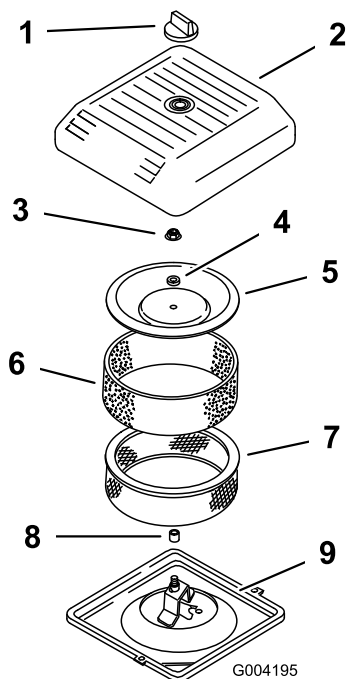

Figure 19
3. Dévissez le bouton et déposez le couvercle du filtre à air (Figure 19).
4. Glissez délicatement le préfiltre en mousse hors de l'élément en papier (Figure 19).
5. Dévissez l'écrou du couvercle et enlevez le couvercle, l'entretoise et l'élément en papier (Figure 19).
2. Posez le filtre à air sur sa base (Figure 19).
3. Posez le couvercle, l'entretoise et fixez-les avec l'écrou du couvercle (Figure 19). Serrez l'écrou à 11 N m (95 lb-po).
4. Reposez le couvercle et fixez-le à l'aide du bouton (Figure 19).